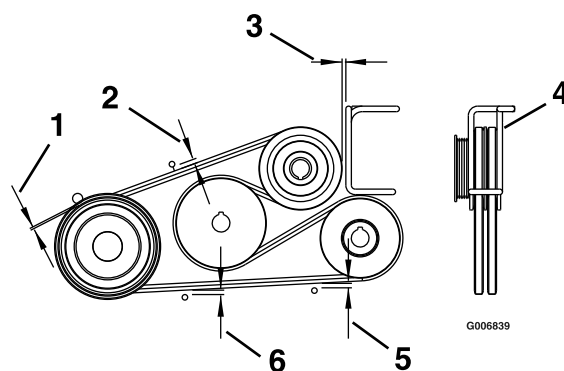

Figure 54
4. Réglez les guides de courroie comme montré à la Figure 54.